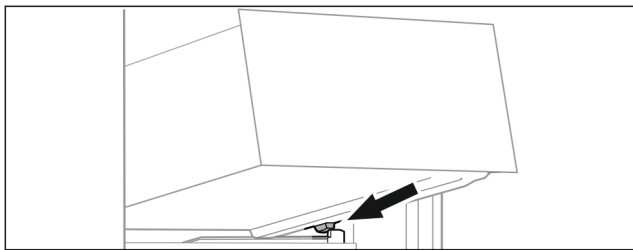

Fig. 89
- Nasadíte zásuvku šikmo za zarážkami na rebro nádoby. (pozri Fig. 89)